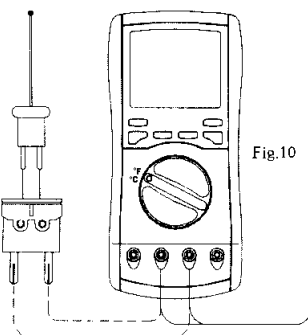

Fig.10
10. Измерение температуры (°C или °F) (Fig.10)